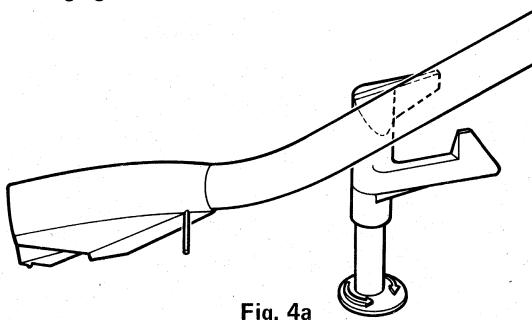

Fig. 4a
- 3° - Tourner à la main le plateau dans le sens normal de rotation ; le bras se soulève et se pose à nouveau sur son support en frottant la partie inférieure biseautée de l'axe du support (voir figure 4a).